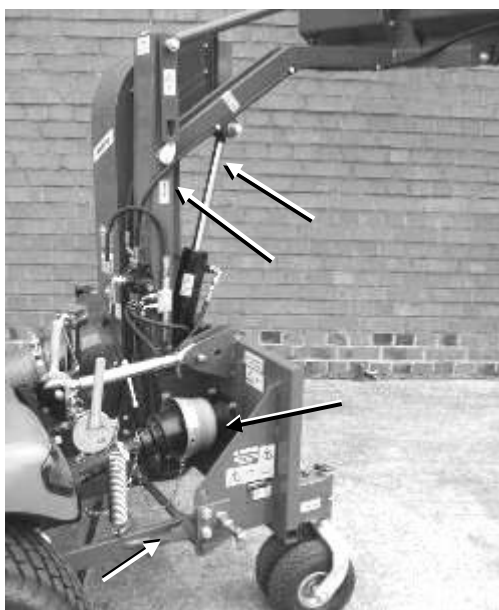

Bild 47: Schmierstellen an Hub- und Öffnungsmechanik
3. Schmieren Sie die Hub- und Öffnungsmechanik an den Stellen, die in Bild 47 entsprechend gekennzeichnet sind.